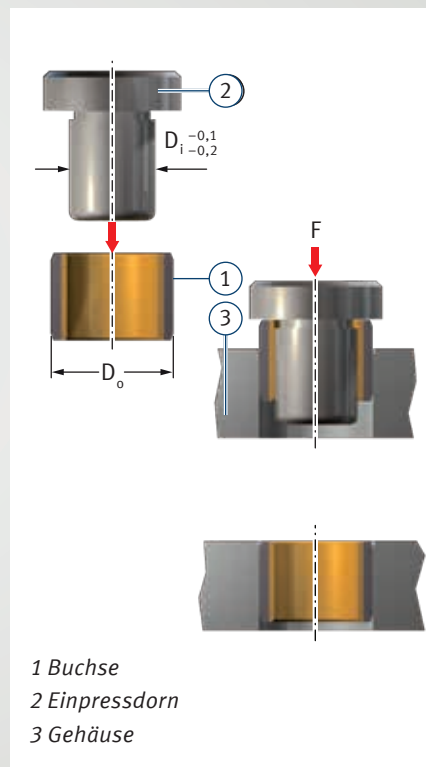

Abb. 51: Bündig einpressen $D_o \leq 55 \text{ mm}$
- bündiges Einpressen mit Dorn ohne Hilfsring gemäß Abb. 51